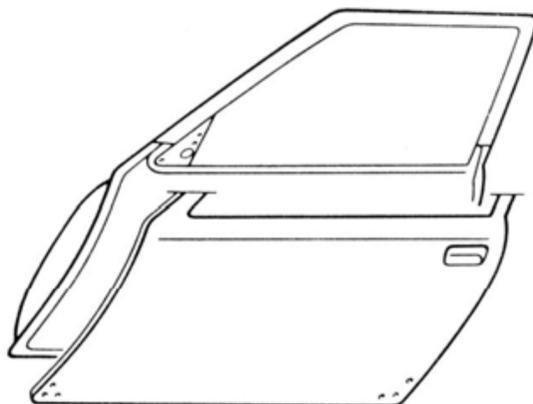

Рис. 20. Замена панели двери:
*Замена панели двери (рис. 20).*